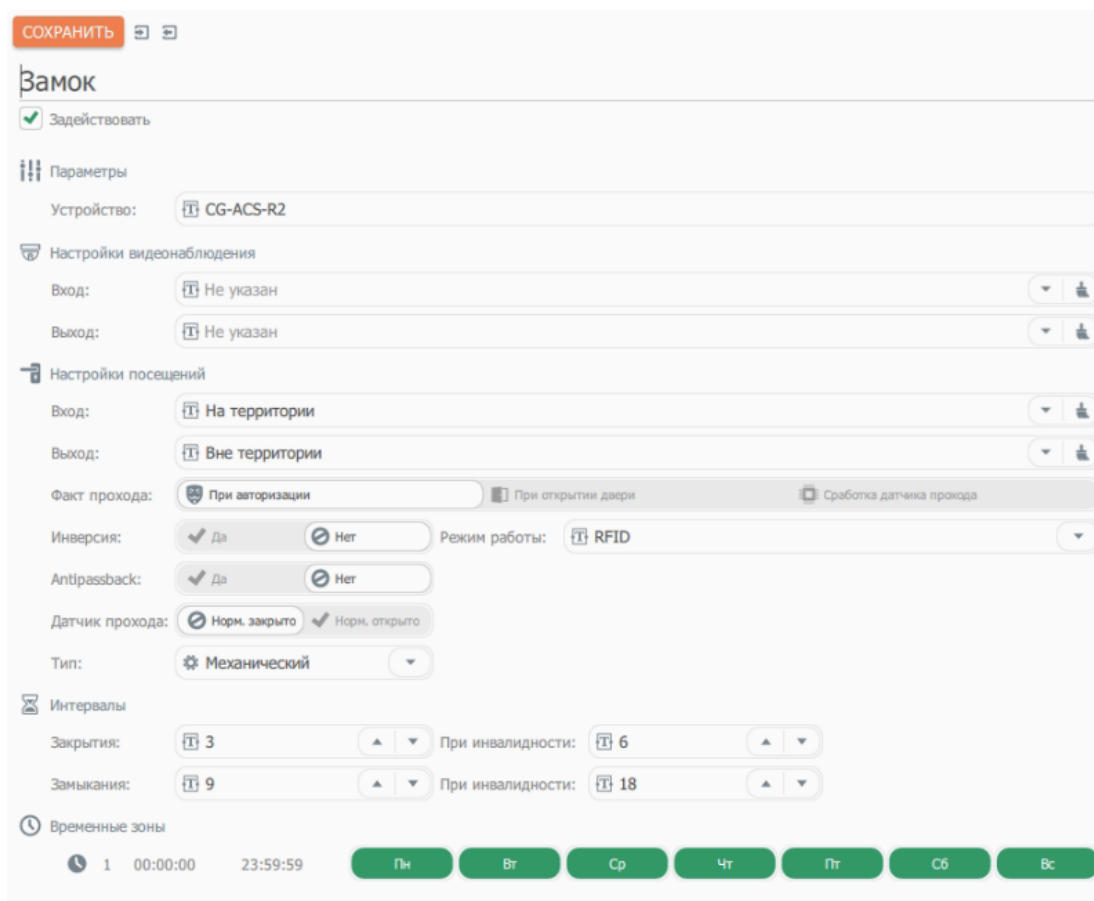

Рисунок 59. Настройка точки прохода
2. Настройте необходимые поля (Рисунок 59):